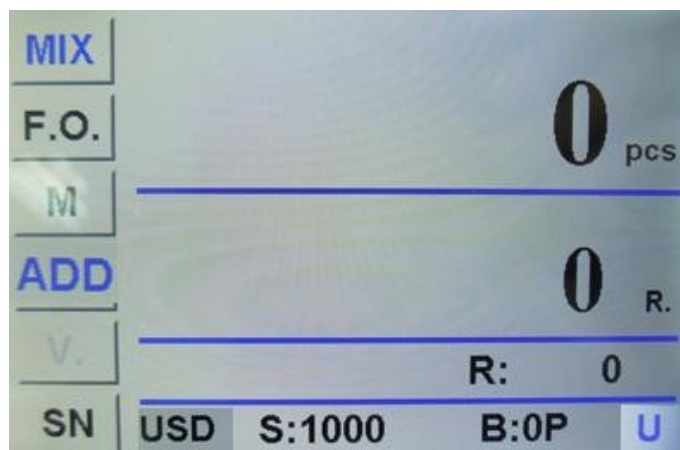

Fig.45
***Notă: Înainte de a colecta imagini, vă rugăm să vă asigurați că flash-ul USB este introdus corect. Dacă este conectat cu succes, în partea de jos a ecranului, în colțul din dreapta va apărea un semn "U", ca în Fig.45.**